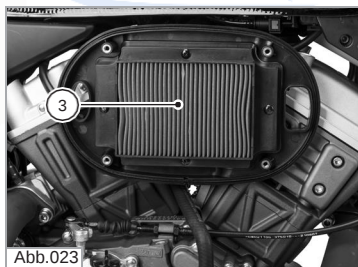

Abb.023
- Entfernen Sie das Luftfilterelement (3) (siehe Abb. 023).